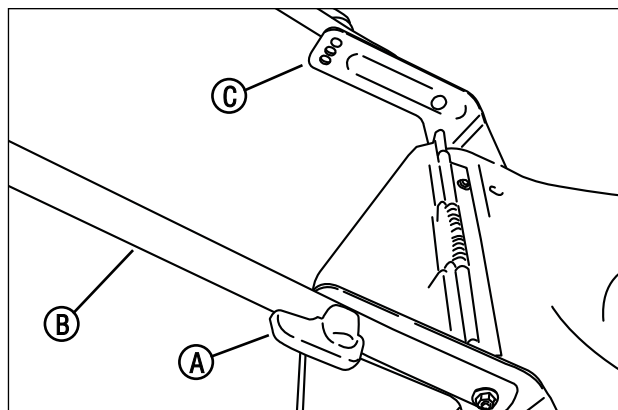

Figura 1: posizionamento dell'impugnatura inferiore
3. Ruotare le manopole (**A, Figura 1**) poste su entrambi i lati dell'impugnatura inferiore (**B**) per ritrarre i perni di bloccaggio. Sollevare l'impugnatura inferiore, allineandola ad una delle tre serie di fori presenti sulla staffa dell'impugnatura (**C**). Ruotare le manopole per rilasciare i perni di bloccaggio e fissare l'impugnatura inferiore.